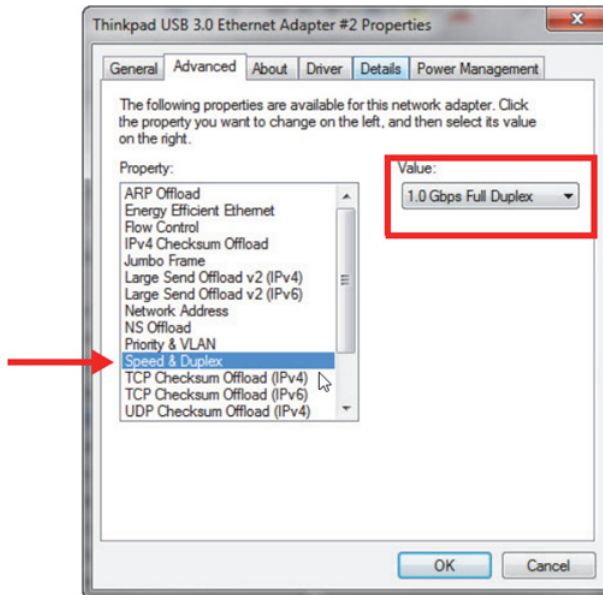

Figura 7-3 Configuração de velocidade e duplex
- Na guia **Advanced** (avançado) em **Properties** (propriedades), selecione **Speed & Duplex** (velocidade e duplex) e em **Value** (valor), altere o valor para **1.0 Gpbs Full Duplex** ou **Auto-Negotiation** (negociação automática) (Figura 7-3 na página 76).